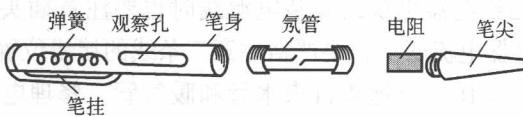

图 1-4 试电笔的结构
- (1) 在处理供电线路问题的操作之前，要切断总电源开关。
- (2) 移动电器设备之前要拔下电源插头或切断相应电源开关，使电器设备彻底脱离交流电网。
- (3) 修理操作之前要注意检查被修电器电路板与 220V 交流电的关系（彼此隔离的称为冷板，相互连通的称为热板），有条件的应置备相应容量的隔离变压器。在带电检测中要养成单手操作的习惯。
- (4) 接触带电设备的金属外壳时，要先用试电笔检测确认不带电后再做其他操作。试电笔结构如图 1-4 所示。